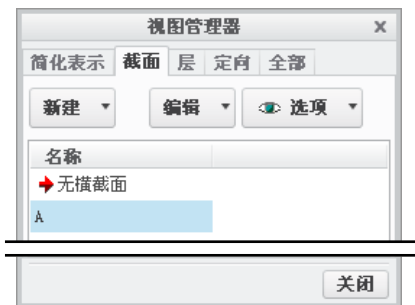

图 3.12.28 “视图管理器”对话框
Step3. 单击 **截面** 选项卡，在图 3.12.28 所示的“视图管理器”对话框中单击 **新建** 按钮，选择“偏移”选项 **偏移**，输入名称 A，并按回车键。